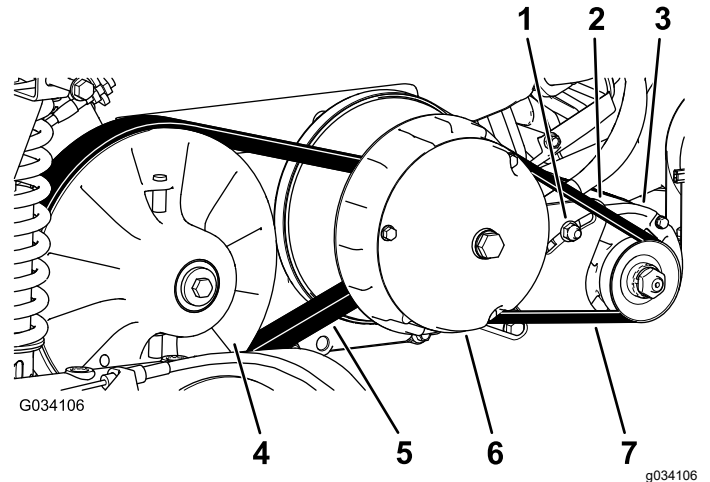

図 66
6. ベルト 図 66を手で回転させながら、磨耗や破損がないかを点検する。
3. 2次クラッチを回しながら2次クラッチ部分でベルトを外す(図 66)。
4. 1次クラッチからベルトを外す (図 66)。
5. 新しいベルトを一次クラッチに掛ける 図 66。
6. 2次クラッチを回しながら2次クラッチ部分でベルトを外す(図 66)。
2. スタータジェネレータのピボットナットをゆるめる 図 66。
4. ボールを下に押ししてスタータを下げる。ベルトを $44 \text{ N}\cdot\text{m}4.5 \text{ kg}$ の力で押した時のたわみが 6 mm になるようにスタータの位置を調整する 図 66。
5. ピボットナットを手締めし、ボールを取り外す 図 66。